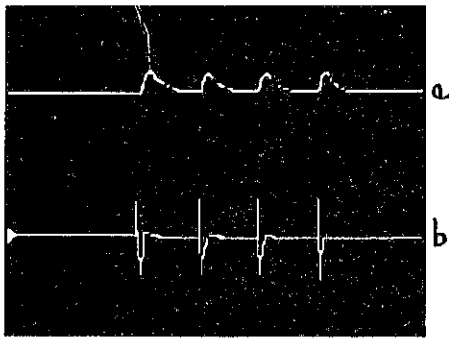

figure 2
Des stimulations successives sont portées directement sur le muscle à des fréquences de plus en plus élevées. Les enregistrements correspondants sont présentés figures 2 à 6
- II.1 Nommer et analyser les enregistrements a et b de la figure 2. Expliquer le décalage de temps entre les deux.